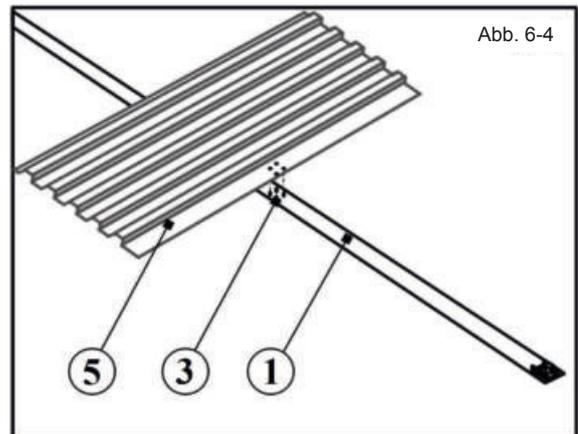

Abb. 6-4
- c) Der Metallstreifen [1] ist nun leicht anzuheben und die Schrauben [3] sind von unten in die vorhandenen Löcher einzusetzen (Abb. 6-4).